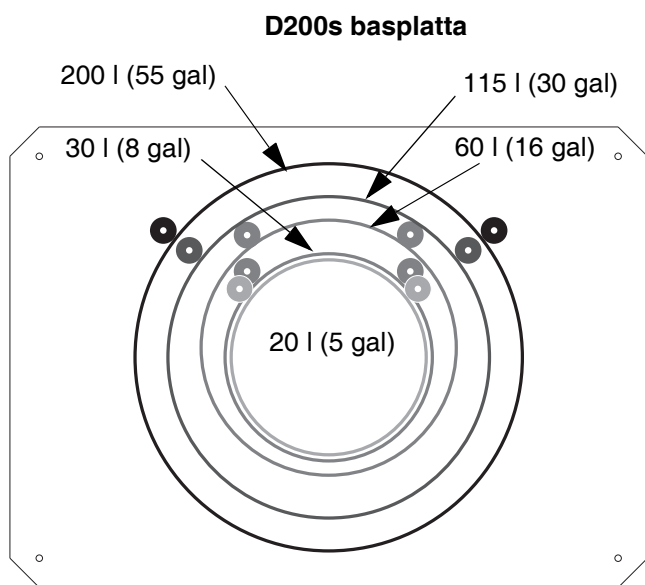

FIG. 15: Tryckmatarbasplatta
1. Leta rätt på monteringshålen på basplattan. Se FIG. 15.